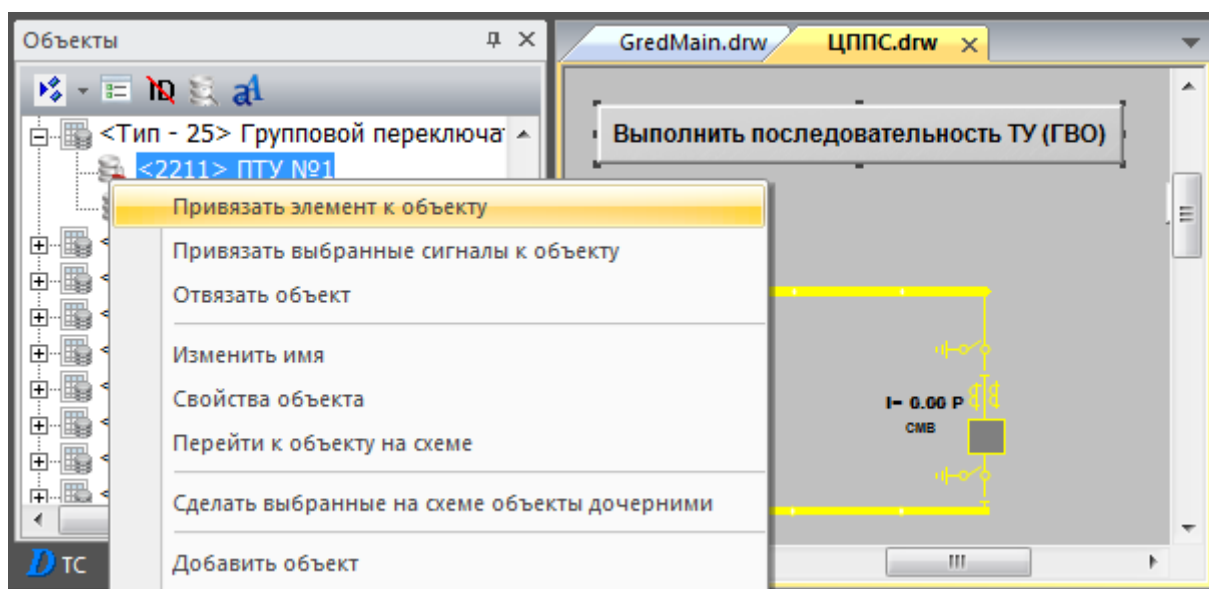

Рисунок 6.29 – Привязка объекта к кнопке «Выполнить последовательность ТУ»
- Привязать к кнопке объект **<тип 25> Последовательность ТУ** (Рисунок 6.29).